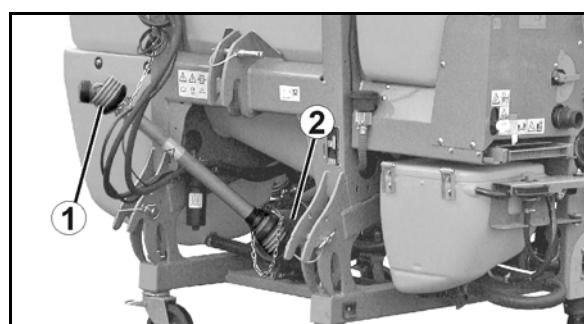

Рис. 12
- Рис. 12/...
- (1) Защитный кожух карданныго вала
- (2) Защитная воронка со стороны агрегата